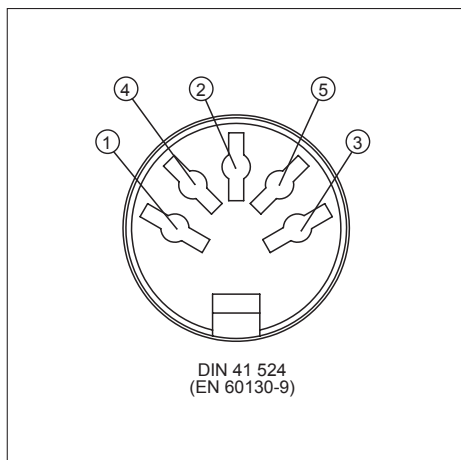

Рис. 3 — Назначение контактов гнезда
1. Вставьте штекер для внешнего триггерного устройства в гнездо INPUT (B).
3. Назначьте контакты гнезда, как показано на рис. 3.